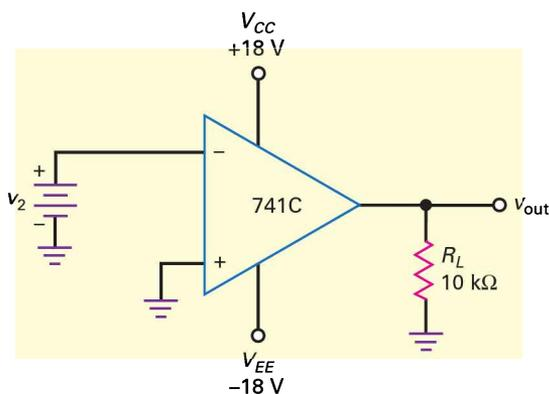

Figure 16.29
16.1 Supposez que pour le 741C, la saturation se produise 1 V au-dessous de la tension d'alimentation. Quelle tension faut-il sur l'entrée inverseuse pour saturer négativement l'ampli de la figure 16.29 ?